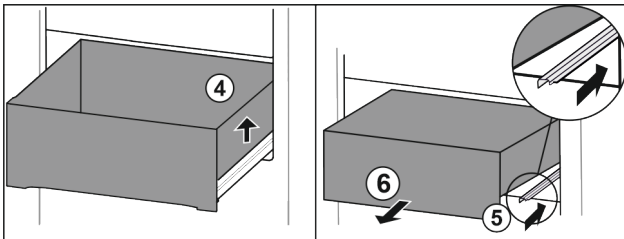

Fig. 32
- ▶ Підняти висувний ящик праворуч. Fig. 32 (4)
- ▶ Вставити праву рейку. Fig. 32 (5)
- ▶ Вийняти висувний ящик рухом вперед. Fig. 32 (6)